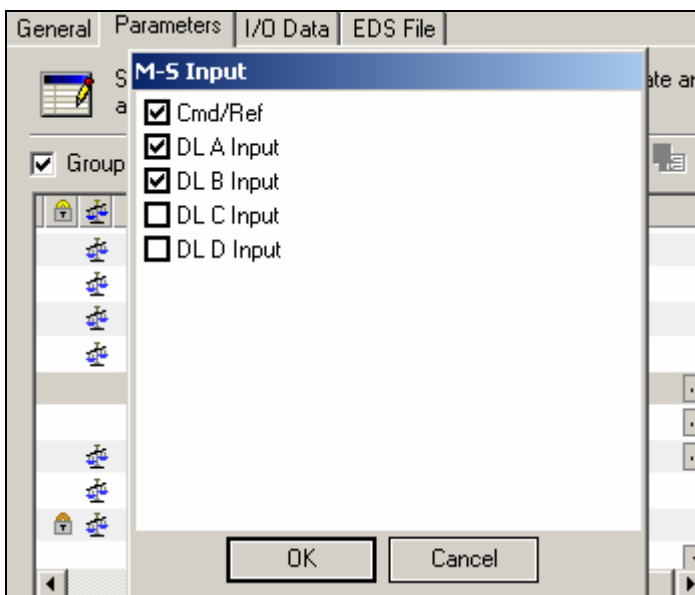
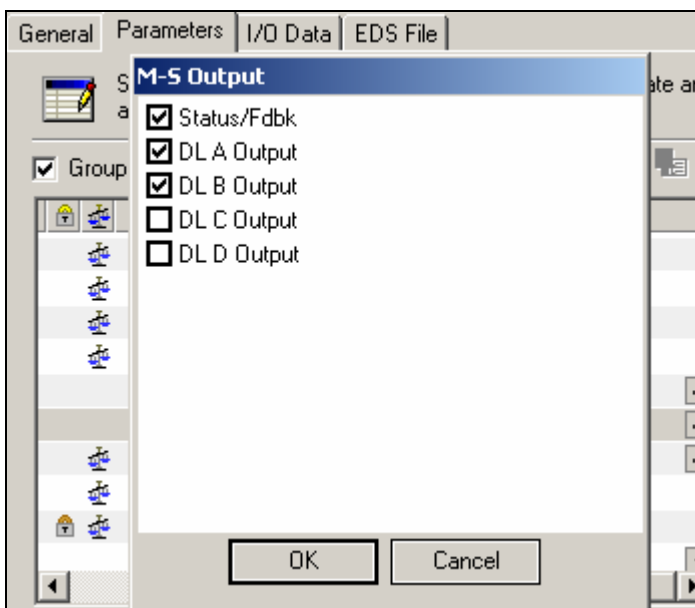

图 15
图 16
- ③ 如图 15 和图 16 所示设定 902 号参数和 903 号参数。